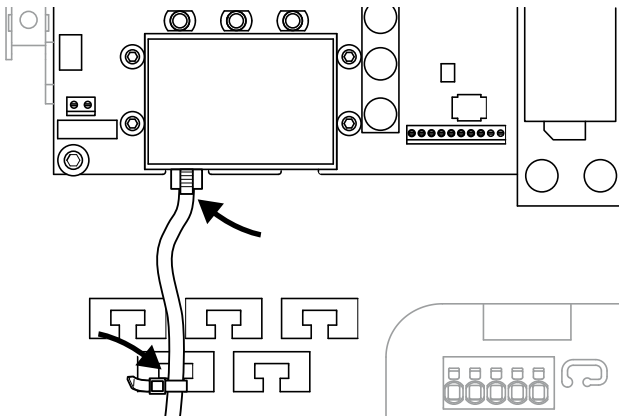

Abb. 41: Kabel auf der Kabelaufgabe befestigen
1. Alle Kabel mit einem Kabelbinder fachgerecht auf der Kabelaufgabe befestigen.  **Abb. 41**